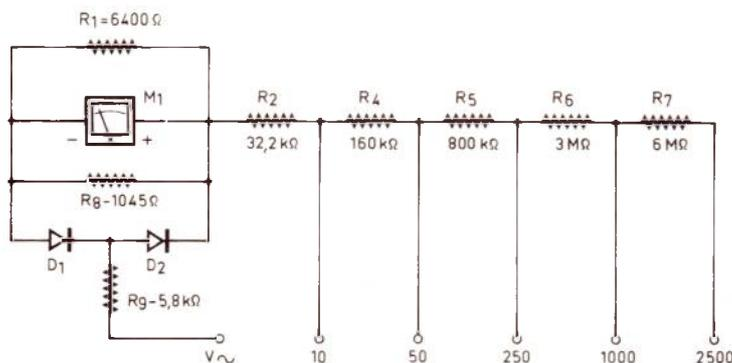

Figure 1
La **figure 1** montre le schéma d'un voltmètre alternatif qui appartient au même multimètre que le voltmètre continu de la figure 1 du n° 377 de Radio Plans et on y voit immédiatement la différence de résistance propre de l'appareil dans les deux cas. Dans celui de la figure 1 (377), de $20 \text{ k}\Omega/\text{V}$, il fallait une résistance série supplémentaire de $800 \text{ k}\Omega$ pour passer de la sensibilité 10 V à celle de 50 V , tandis que dans le schéma de la figure 1 (377) la résistance série supplémentaire n'est que de $160 \text{ k}\Omega$ pour un même écart de tensions : 40 V . La résistance propre de ce voltmètre alternatif est donc de $160\,000/40 = 4 \text{ k}\Omega/\text{V}$, ce qui est une valeur très « honorable », car de très nombreux contrôleurs du commerce présentent, en alternatif, une résistance propre encore beaucoup plus faible : $2 \text{ k}\Omega/\text{V}$, $1 \text{ k}\Omega/\text{V}$, $900 \Omega/\text{V}$ et même $300 \Omega/\text{V}$.